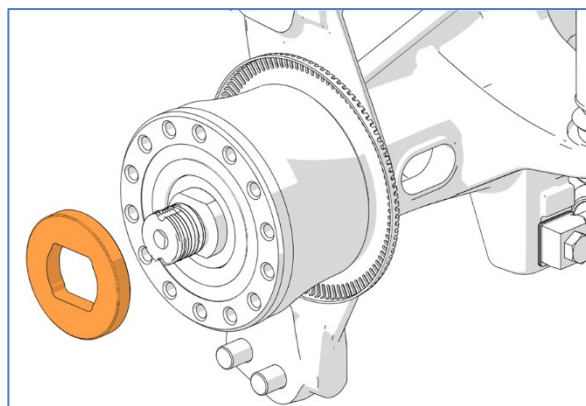

Figure 19
19. Retirez la rondelle de butée (Figure 19).